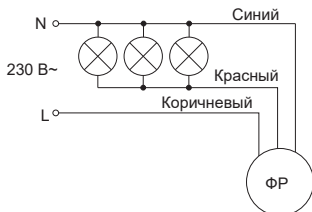

Рисунок 7 – Схема подключения ФР 600, ФР 601, ФР 602
4.2.3 Подключить сетевые провода и провода от нагрузки к присоединительным проводам фотореле согласно схеме подключения (рисунок 7):
- коричневый провод – подключение фазы (L);
- синий провод – подключение нейтрали (N);